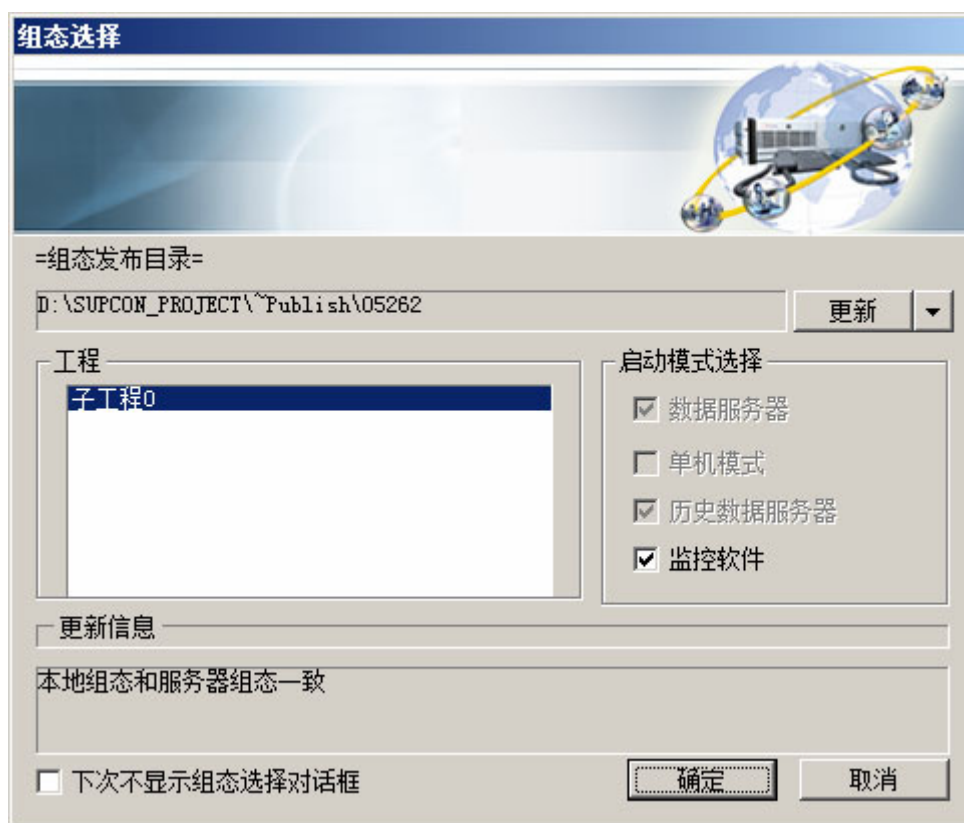

图 2-8 仿真监控的登录
2. 打开仿真监控登录界面，如图 2-8 所示，选择工程和启动模式后，点击“确定”。